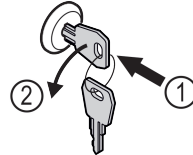

Fig. 163
- ▶ 按入钥匙。 Fig. 163 (1)
- ▶ 将钥匙逆时针转动 90°。 Fig. 163 (2)